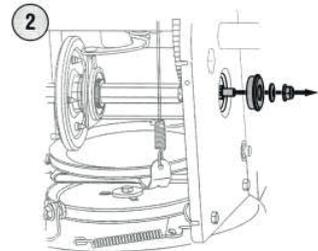

Рисунок 37
3. Осторожно снимите шестигранную гайку и шайбу, См. рисунок 37, фиксирующую шестигранный вал к раме снегоуборочной машины и слегка стукните по концу вала, чтобы выпал шариковый подшипник с правой стороны рамы. См. рис. 38.